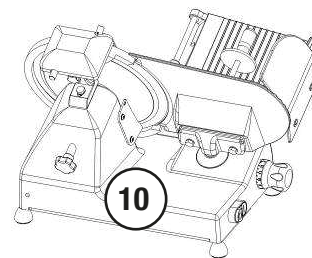

Abb. 12
- Reinigen Sie die Schnittgutablage [10] und das Gehäuse des Gerätes mit einem weichen feuchten Tuch unter Verwendung eines neutralen Reinigungsmittels und trocknen Sie diese anschließend gründlich ab (Abb. 12).